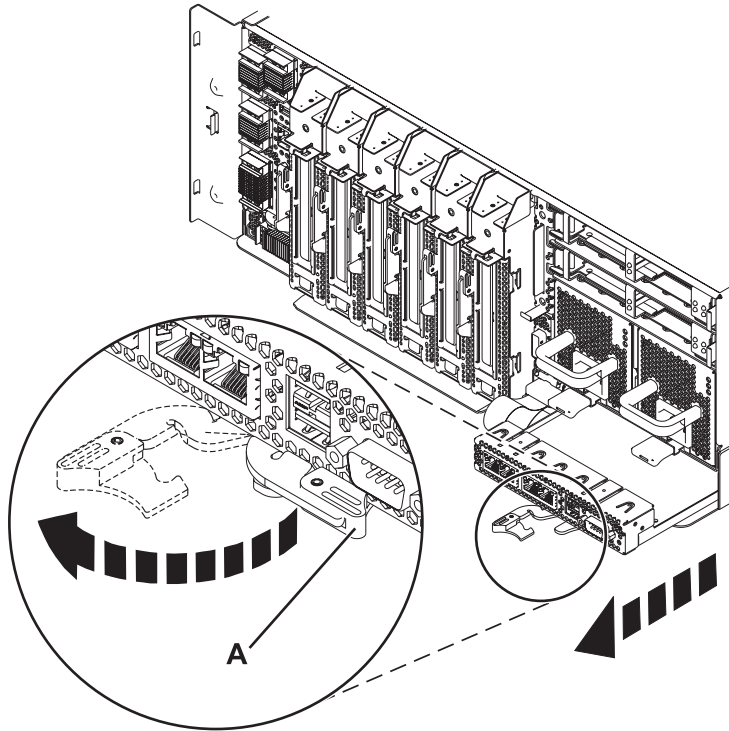

Figura 1. Extracción de un Adaptador Ethernet de sistema principal del sistema 9117-MMB o 9179-MHB
5. Localice el adaptador Ethernet que desea extraer, como se muestra en la Figura 1.